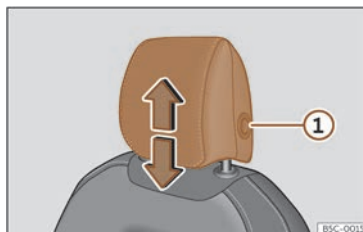
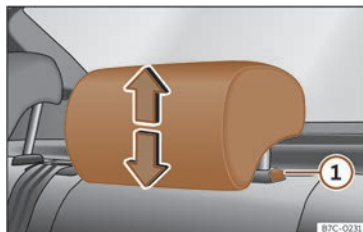

Fig. 91 Asento dianteiro: regulación do repousacabezas.
Fig. 92 Repousacabezas traseiro: axuste do repousacabezas.
- Agarre o repousacabezas coas dúas mans polos lados e puxe cara arriba ata que encaixe na posición desexada. Para baixalo, faga a mesma acción, premendo o botón lateral ① >>> fig. 91, >>> fig. 92.